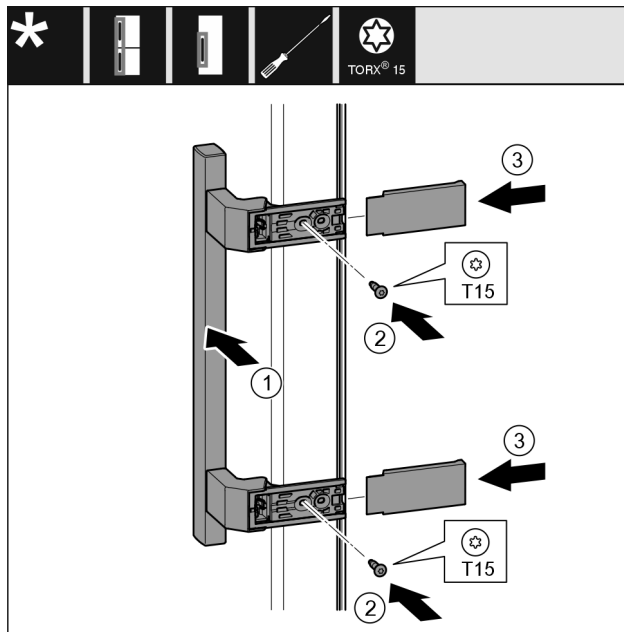

Fig. 26
- Vendosni dorezën Fig. 26 (1) në anën e kundërt.
- Mbërtheni fort vidat Fig. 26 (2) me kaçavidë.
- Vendosni kapakët mbulues Fig. 26 (3) anash dhe shtyjin.